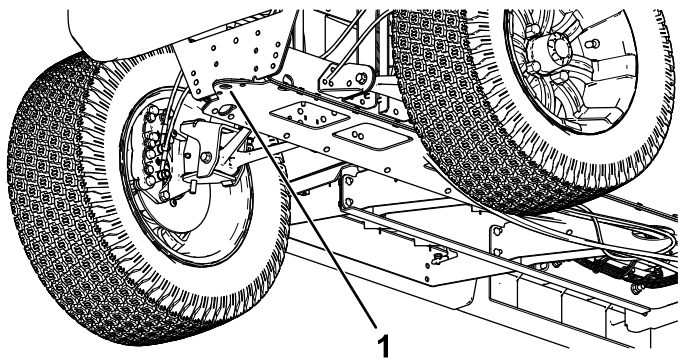

Figura 27
- Il punto di sollevamento nella parte anteriore della macchina si trova davanti al telaio dietro al timone di traino (Figura 27).